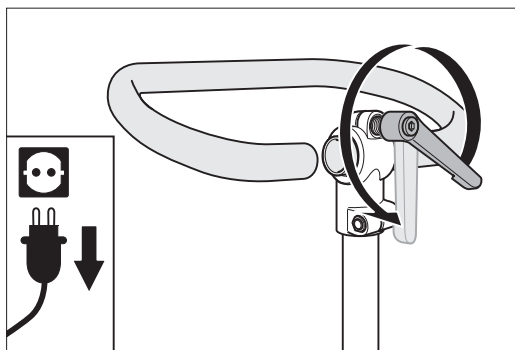

Abb. 14: Den Klemmhebel am Führungrohr lösen.
- 3 Lösen Sie den Klemmhebel am oberen Ende des Führungrohres (Abb. 14).